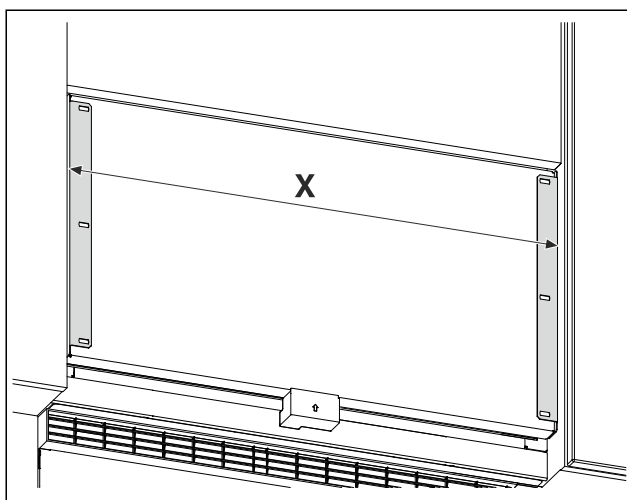

Fig. 27 Représentation à titre d'exemple
- Mesurer la distance Fig. 27 (X) qui sépare le bord extérieur de l'équerre de fixation.